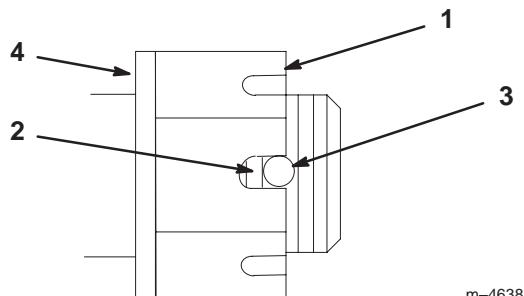

Figure 51
4. Serrez l'écrou crénelé à 170 Nm (125 pieds-livre) (Fig. 51).
5. Mesurez l'espace entre la base de la fente de l'écrou et le bord intérieur du trou. On ne doit pas voir plus de deux filets (Fig. 51).
6. Si plus de deux filets sont visibles, enlevez l'écrou et placez une rondelle entre le moyeu et l'écrou (Fig. 51).
7. Serrez le boulon crénelé à 170 Nm (125 pieds-livre) (Fig. 51).
8. Serrez l'écrou jusqu'à ce que le jeu de fentes suivant soit en face du trou de l'axe (Fig. 51).